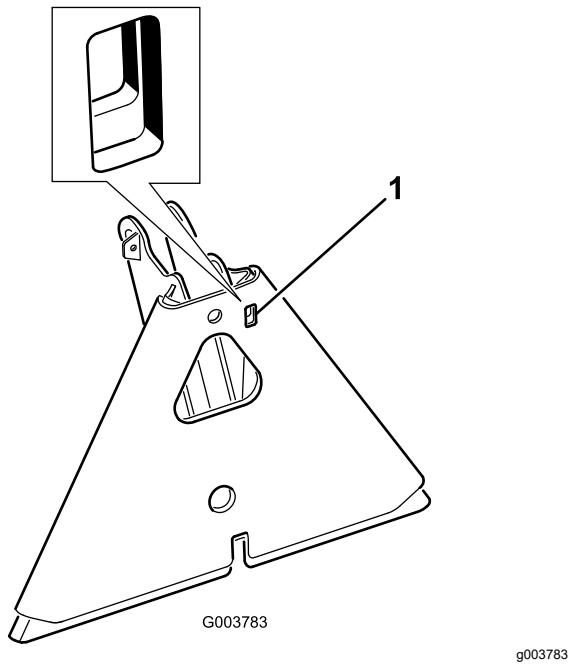

図 19
**注** アタッチメントのアダプタがトラクションユニットのアダプタに引っかかってしまった時は、バールやドライバーなどをスロットに差し込んで外してください**図 19**。